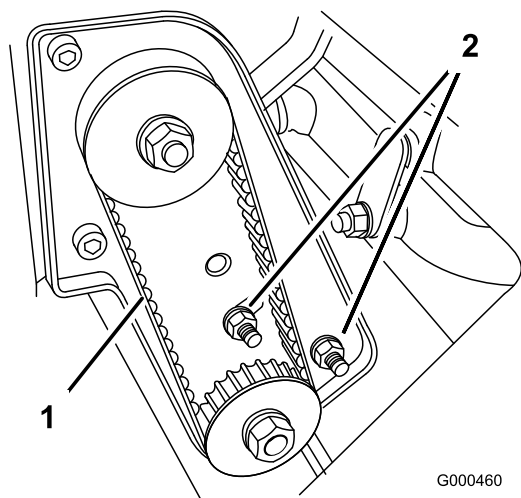

図 39
- A. ベアリング・ハウジング取り付けナットをゆるめる（図 39）。
C. トルクレンチの設定が狂わないように注意しながら、ベアリング・ハウジング取り付けナットを締め付ける（図 39）。ベルトを締め付けすぎないように注意する。